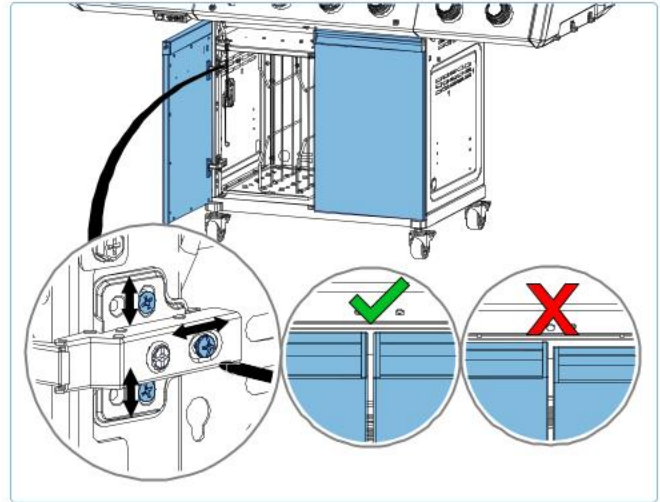

Fig. 17
4. Stellen Sie die Scharnierschrauben so ein, dass die Schranktüren auf gleicher Höhe sind (**Abb. 17**).